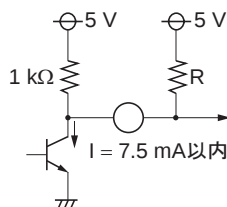

図 1
4. H, V 出力端子 (端子 19, 端子 20) は, 図 1 のようになっています。立ち上がり速度を向上させたいときは電源間に抵抗を挿入することができます。ただし, 電流は 7.5 mA 以内となるように R 値を設定してください。図 1 の場合は $R = 2\text{ k}\Omega$ 以上となります。